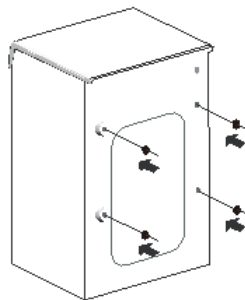

Рис.2
- Закройте отверстия транспортировочными заглушками, входящими в комплект поставки (Рис. 2).